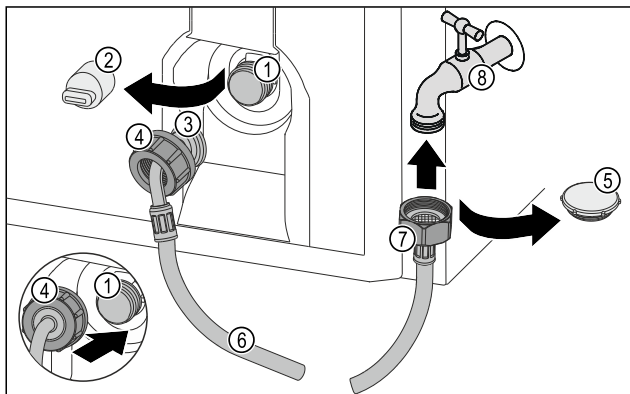

Fig. 16
- ▶ Uzavírací víčko Fig. 16 (5) odstraňte.
- ▶ Rovný konec hadice Fig. 16 (7) připojte k vodovodnímu kohoutku Fig. 16 (8).
- ▶ Utáhněte matici na rovném konci hadice Fig. 16 (7) ve směru hodinových ručiček.